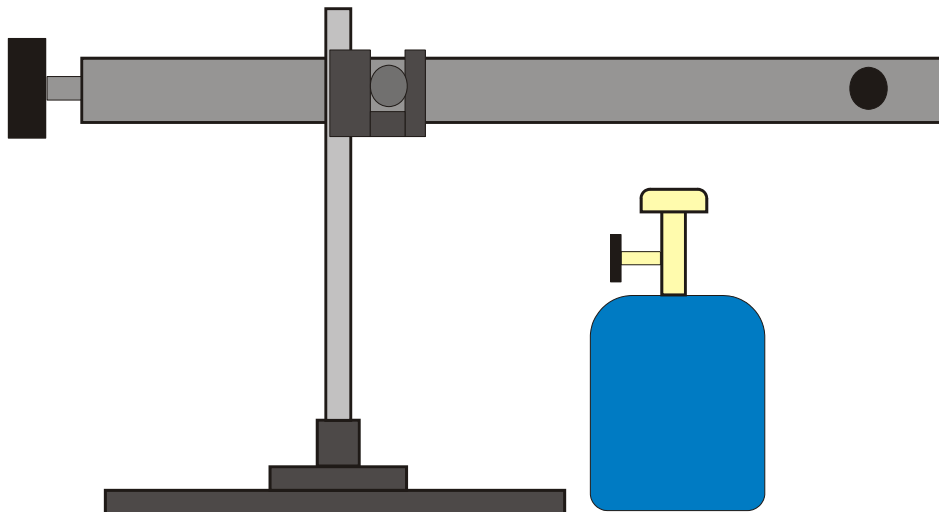

Fig. 1 Montagem da experiência com o disjuntor da barra de Tyndall
- Montagem da experiência conforme a Fig. 1. Ao executá-la, prestar atenção para que a barra não esteja apontando para pessoas que estejam observando a experiência.